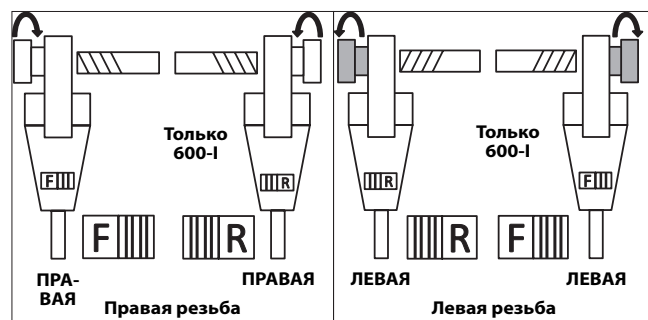

Рис. 10 – Расположение скользящего переключателя/резьбонарезной головки
7. Установите скользящий переключатель F/R в соответствии с требуемой правой или левой резьбой. См. рис. 10.